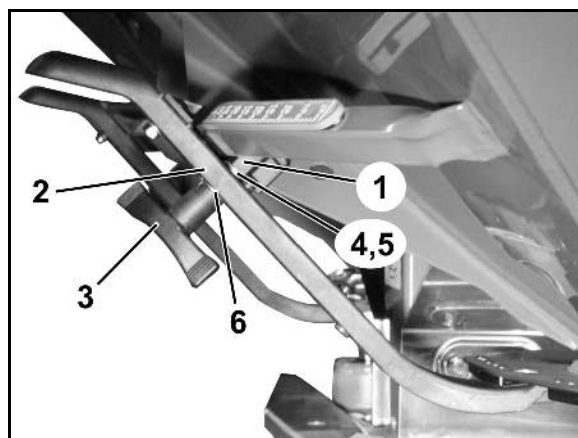

Fig. 15
6. Réglez le dispositif de blocage (Fig. 15/1) du levier de réglage (Fig. 15/2) comme suit :
7. Dévissez l'écrou à ailettes (Fig. 15/3).
8. Enlevez la vis et changez la position des deux rondelles (Fig. 15/4) de l'arrière (Fig. 15/5) à l'avant (Fig. 15/6).